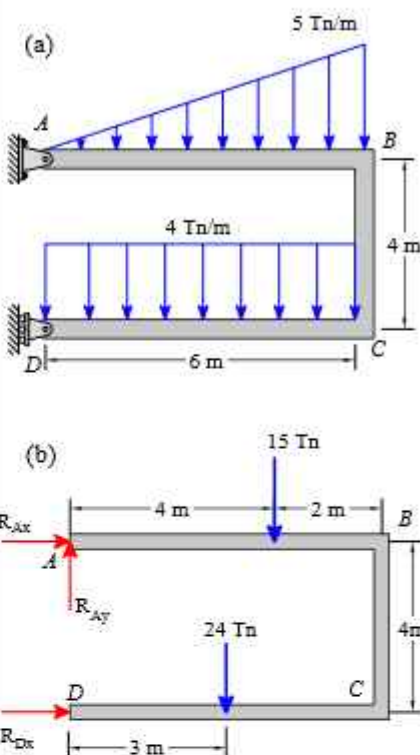

Figura 2.78
Paso ①: Diagrama de cuerpo libre (D.C.L.), del cuerpo rígido como se muestra en la figura 2.78 (b).